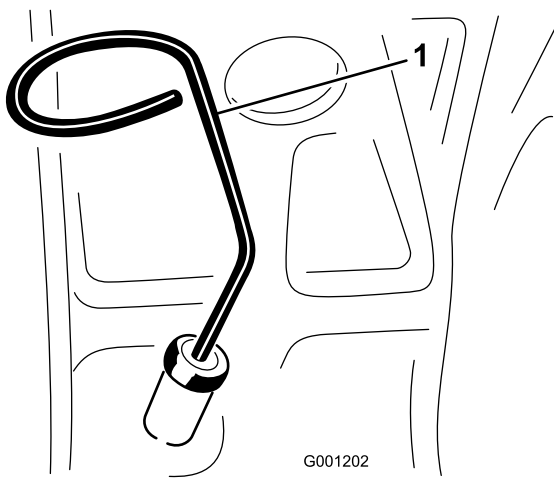

Figura 22
3. Retire a vareta (Figura 22), limpe-a e volte a colocá-la.